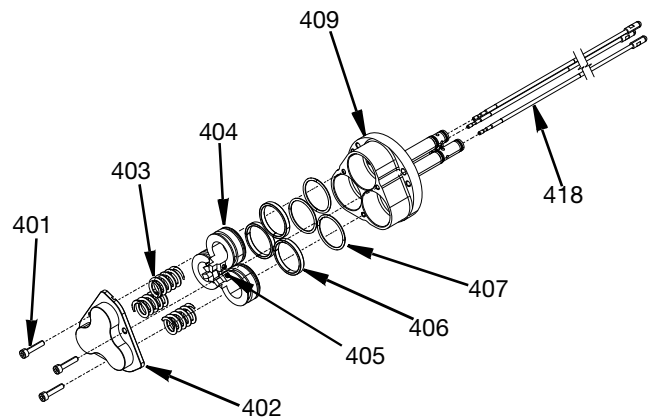

FIG. 16
1. Détachez le couvercle du cylindre (402) en retirant les trois vis SHCS M4 (401) avec une clé hexagonale. Desserrez les vis uniformément car le couvercle est sous la tension du ressort (403) et pourrait plier lors du retrait.
2. Desserrez les vis sans tête M3 (405) de trois tours chacune et retirez les pointeaux d'arrêt à bille (418) de l'ensemble. Voir FIG. 16.
3. Extrayez les pistons (404) du boîtier du cylindre pneumatique (409). Jetez les bagues de guidage (406) et les joints toriques (407).